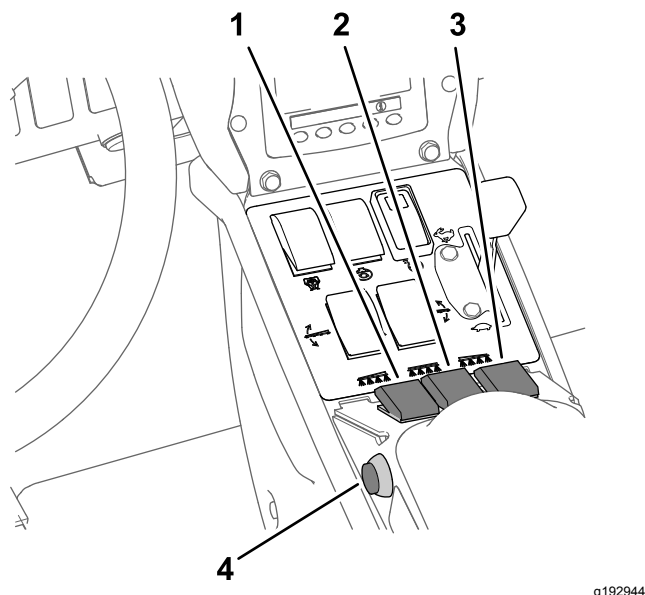

Figure 36
7. Placez le(s) interrupteur(s) de section de pulvérisation en position ACTIVÉE (Figure 36).
10. Conduisez à la vitesse voulue puis réglez la commande générale des sections à la position ACTIVÉE pour commencer la pulvérisation (Figure 36).
3. Placez la commande générale des sections à la position DÉACTIVÉE ; voir Figure 36 sous Pulvérisation en mode débit d'application \(page 36\).
7. Placez les interrupteurs des sections individuelles en position ACTIVÉE ; voir Figure 36 sous Pulvérisation en mode débit d'application \(page 36\).
9. Conduisez à la vitesse voulue puis réglez la commande générale à la position ACTIVÉE pour commencer la pulvérisation ; voir Figure 36 sous Pulvérisation en mode débit d'application (page 36).